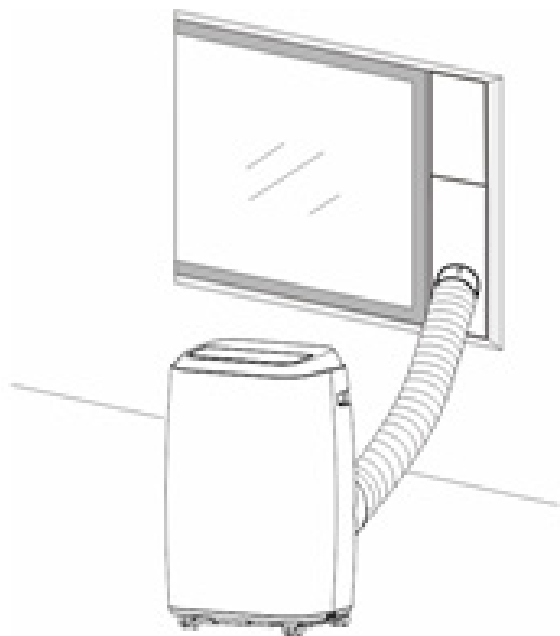
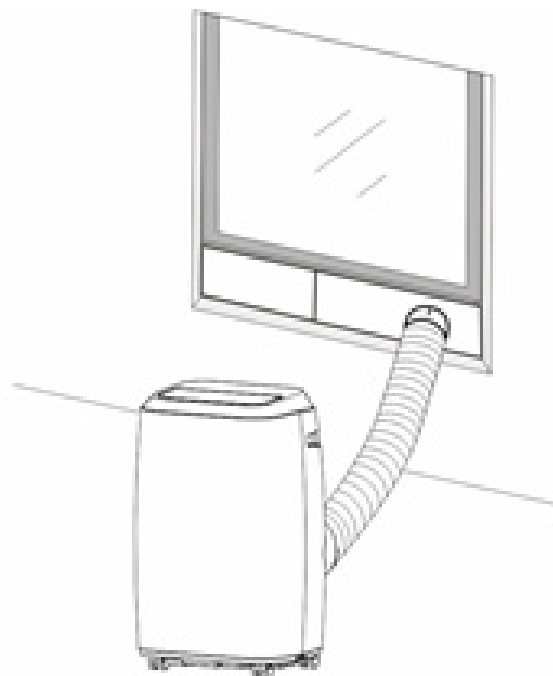

Abb. 5
Abb. 5a
2. Come mostrato in Abb.5 et la Abb.5a, installare il tubo di scarico, e regolare bene la posizione della finestra.